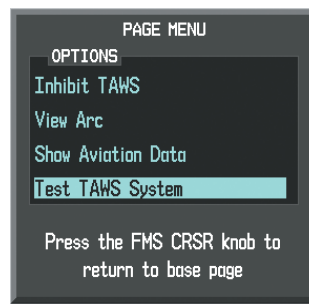

Figure 6-149 TAWS-B Page Menu
- 2) Press the **MENU** Key (Figure 6-149).